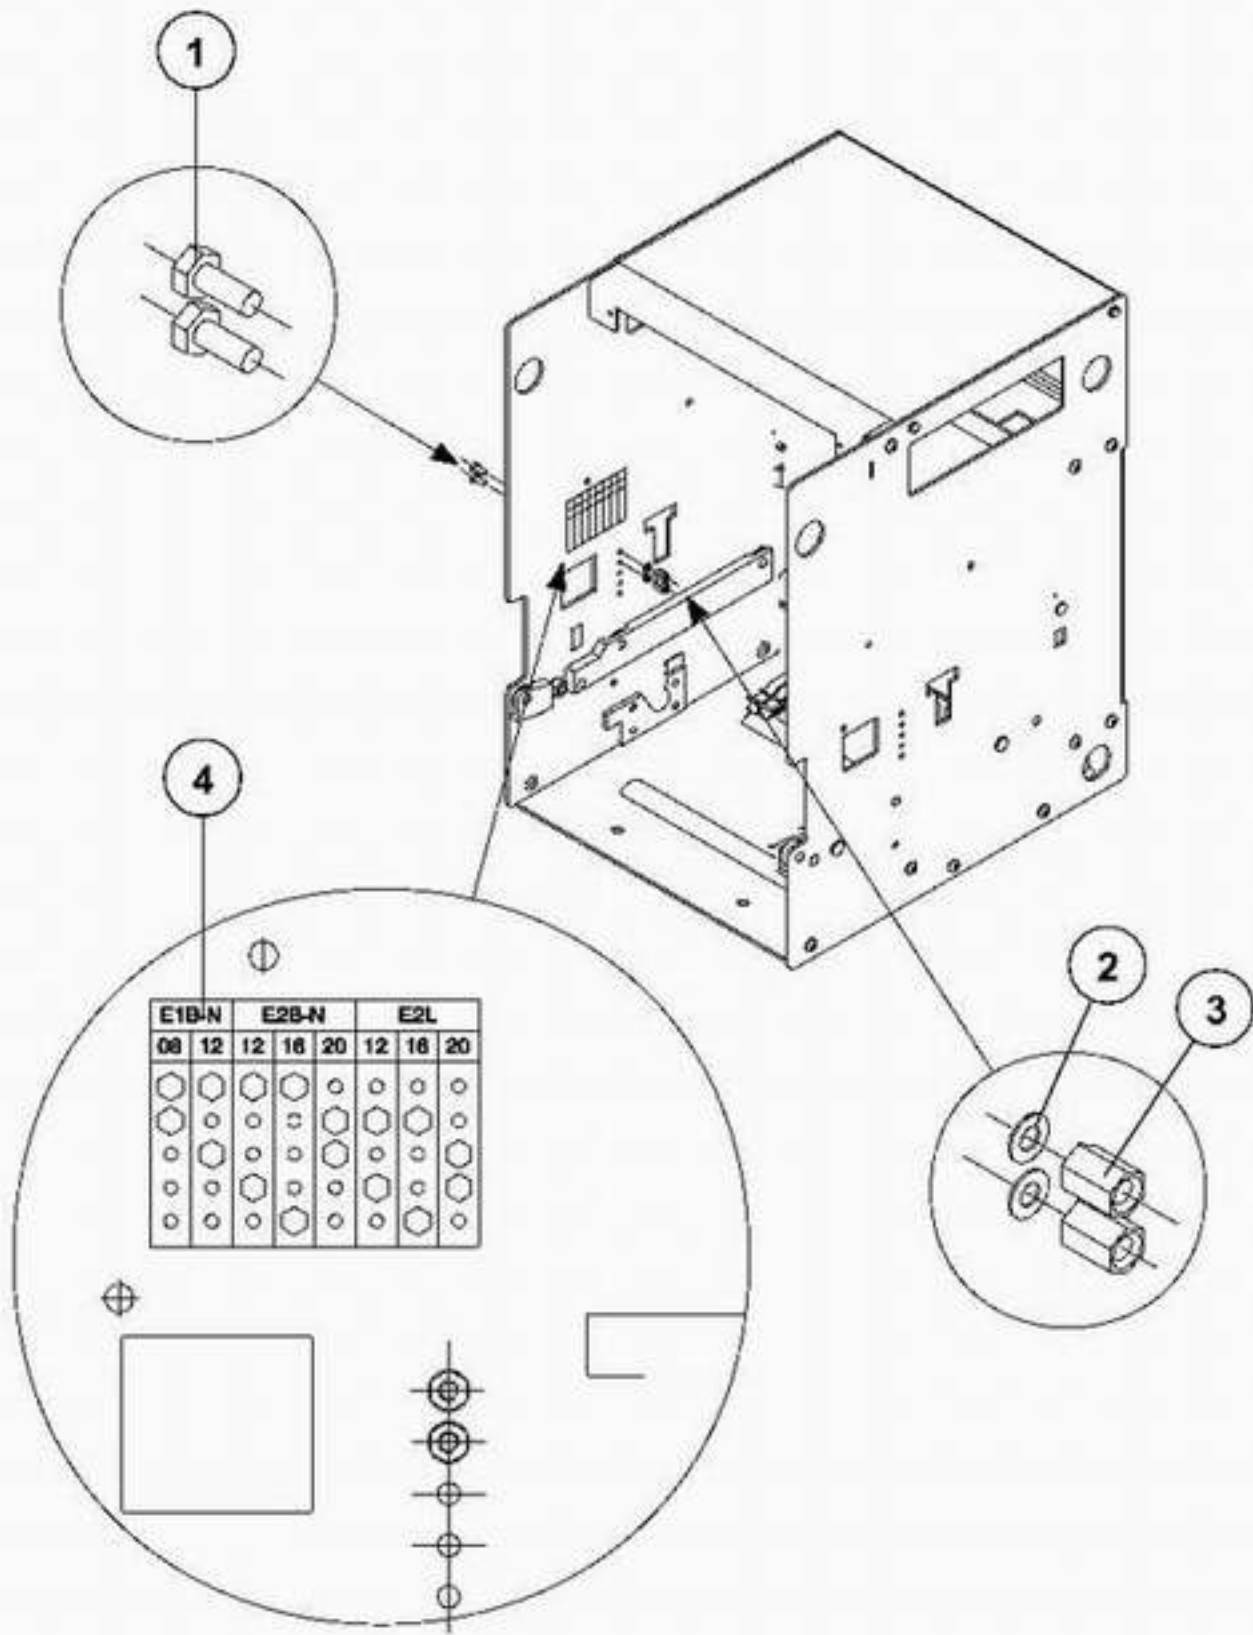

图 10
- 根据铭牌贴纸④上要插入固定部分的断路器，找出止动螺栓的安装位置
- 如图 10 中①所示，把两个六角形螺栓插入到上一步确定的孔中
- 把两个垫圈②和六角螺母③分别套到螺栓上